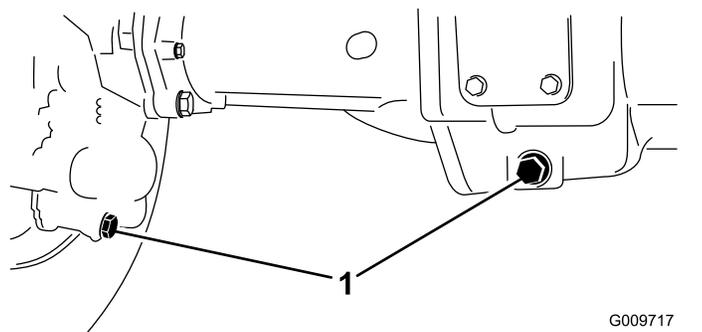

Figure 75
- Nettoyez la surface autour des 3 bouchons de vidange, 1 à chaque extrémité et 1 au centre (Figure 75).